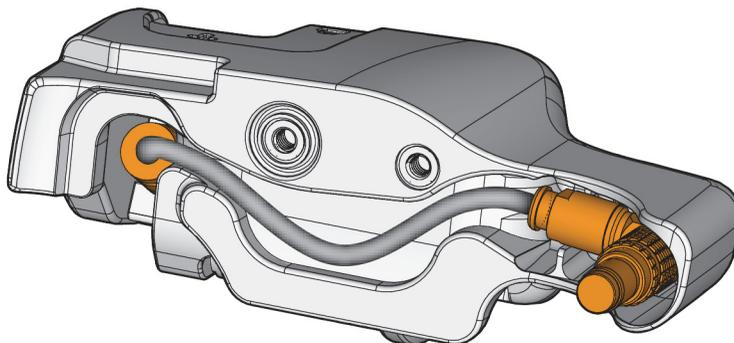

Figure 2-7 Passage du câble dans le codeur d'axe d'index
3. Effectuez ces étapes dans l'ordre inverse pour l'installation. Assurez-vous que le câble de codeur est correctement passé à l'intérieur du corps du codeur. Consultez la Figure 2-7 à la page 52.